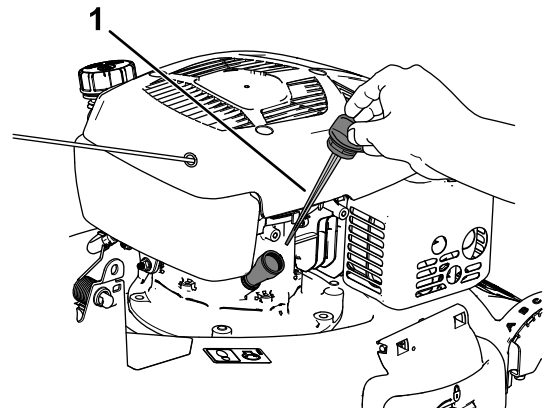

Figure 32
3. Tournez le bouchon dans le sens antihoraire et sortez la jauge (Figure 32).
4. Inclinez la machine sur le côté (filtre à air en haut) pour vidanger l'huile usagée par le tube de remplissage (Figure 32).